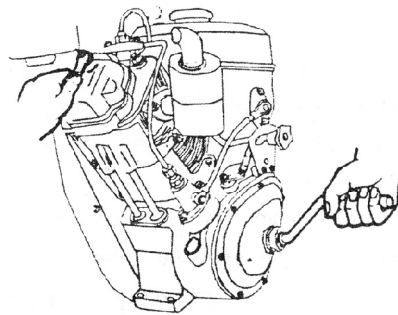

Fig. 4
3. Aumentar a velocidade do acionamento do motor para fazer o volante ganhar inércia suficiente, depois soltar subitamente a alavanca de descompressão, mas continuar acionando o motor com esforço. Então o motor deve começar a funcionar sozinho (fig. 4).